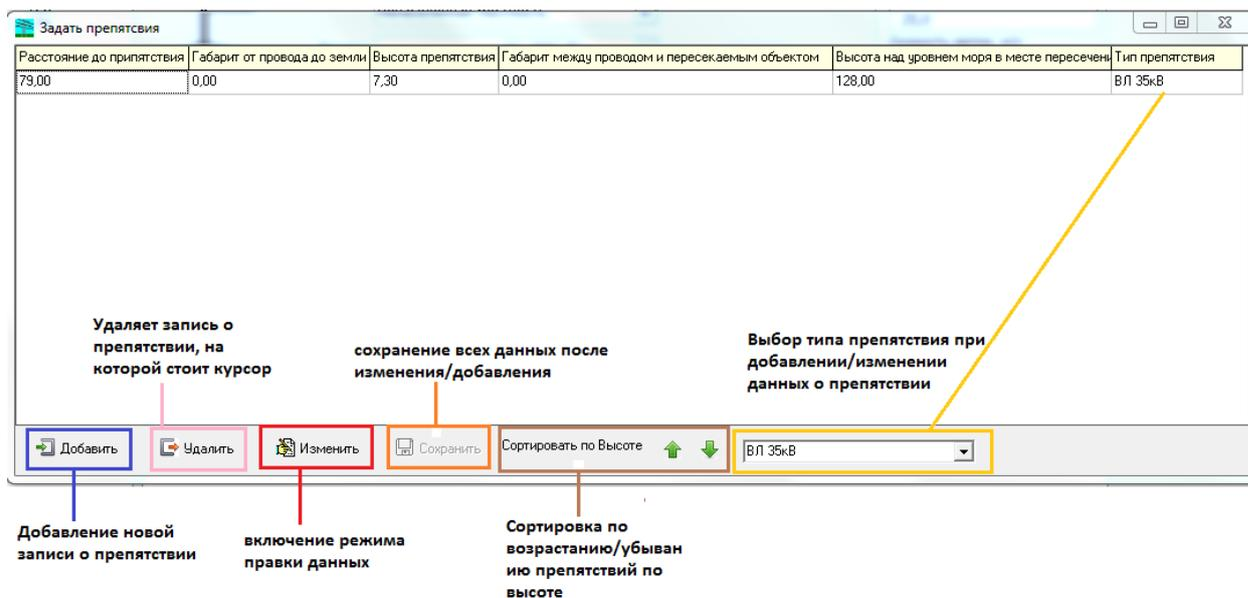

Рисунок 11. Форма «Задать препятствия»
1. Внесение/Редактирование/Удаление информации о препятствиях. Необходимо открыть форму с таблицей для внесения/редактирования/удаления данных о препятствиях, нажав на форме «Параметры пролётов» кнопку «Препятствия». В открывшемся окне необходимо нажать на кнопку «Изменить», если необходимо изменить данные о препятствии (препятствиях), см.рис. 11. Кнопки «Добавить» и «Удалить» позволяют добавить или удалить строку, в которую заносятся данные о препятствиях.